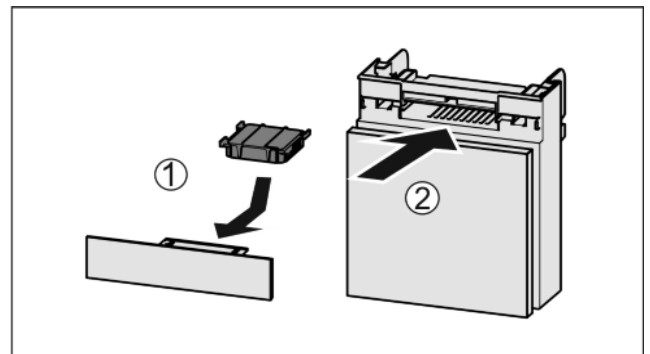

Fig. 37
- ▶ Insérer le filtre à charbon actif d'après le schéma Fig. 37 (1).
- ▶ Insérer le compartiment *Fig. 37 (2)*.